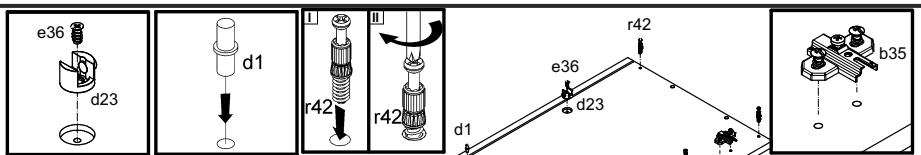

Рисунок 3
4. В отверстия Ø5 мм на внутренних поверхностях стенок боковых 5, 6 закрепить ответные планки петли b35 (см.рис. 3).